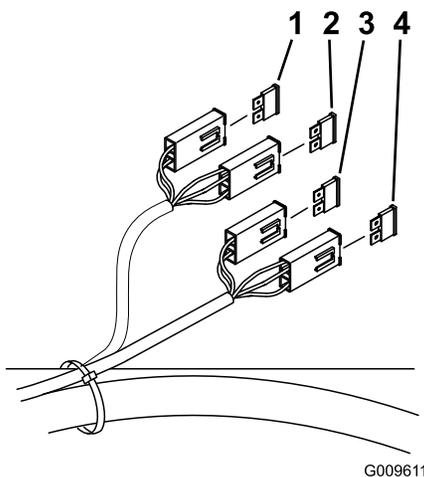

Figure 49
- Déverrouillez et soulevez le siège pour accéder au porte-fusibles (Figure 49).
- Remplacez le fusible (Figure 49).